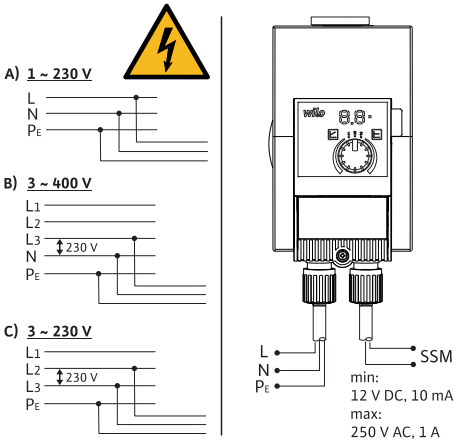

Fig. 3: Anslutningsmöjligheter
- Anslut till 230 V-lågsänningsnät. När man ansluter till IT-nät (nätverkstyp "Isolé Terre") måste man under alla omständigheter säkerställa att spänningen mellan faserna (L1-L2, L2-L3, L3-L1 → Fig. 3) inte överskrider 230 V.